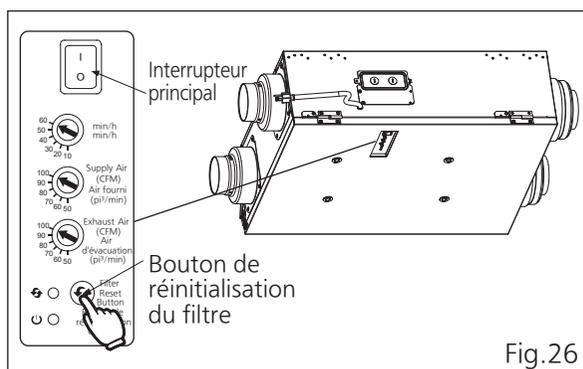

Fig.26
6. Branchez l'appareil, appuyez sur le bouton de réinitialisation, un bip "beep" se fait entendre, le voyant du filtre et le ronfleur sont désactivés. (Fig.26)